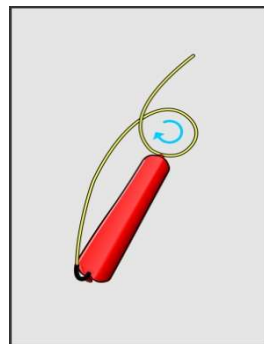

Abb. 4-5
4. Berechne eine Schlaufe mit dem Zündschlauch vor (Abb. 4-5).